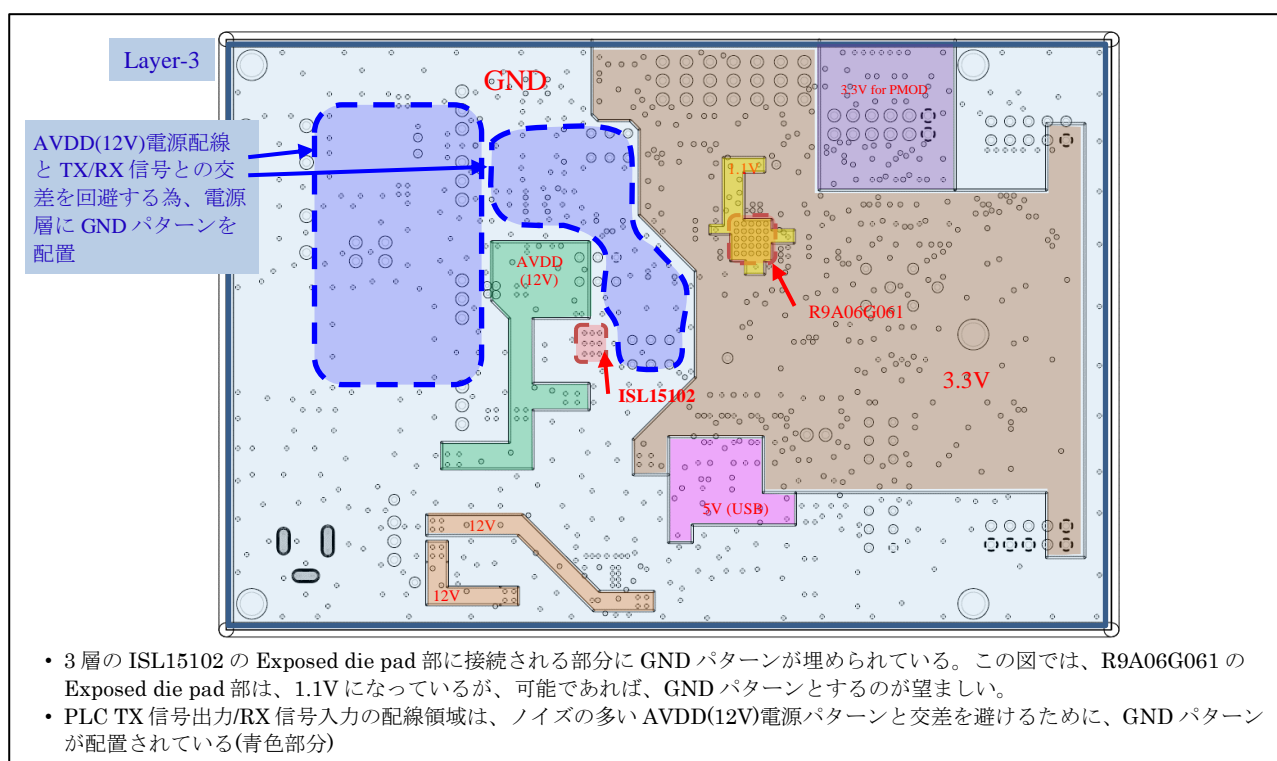

Figure 5-4 R9A06G061 と ISL15102 の Exposed die pad と GND パターンの接続例 (3 層)
- 電源層(第3層)において、TX 出力/RX 入力の信号配線及びその部品と重なる領域は、極力 GND パターンとしてください。（Figure 5-4 に電源層の GND パターンの例を示します）
- 3 層の電源層では、R9A06G061, ISL15102 の Exposed die pad と接続される via hole 部分及び、TX 出力/RX 入力の信号配線及びその部品と重なる領域は、極力 GND パターンを配置してください。(3 層の接続例を Figure 5-4 に示します)
- 電源層は、DC-PLC ボードで使用している 1.1V 電源領域、3.3V 電源領域、12V 電源領域を配置し、電源領域と交差を回避したい領域は GND パターンを配置することを推奨します。Figure 5-4 に電源層の例を示します。